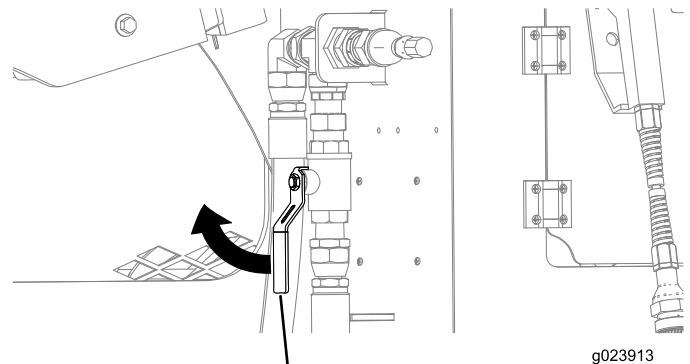

Figura 165
4. Asegúrese de que la válvula situada cerca del compartimento trasero está cerrada (Figura 165).